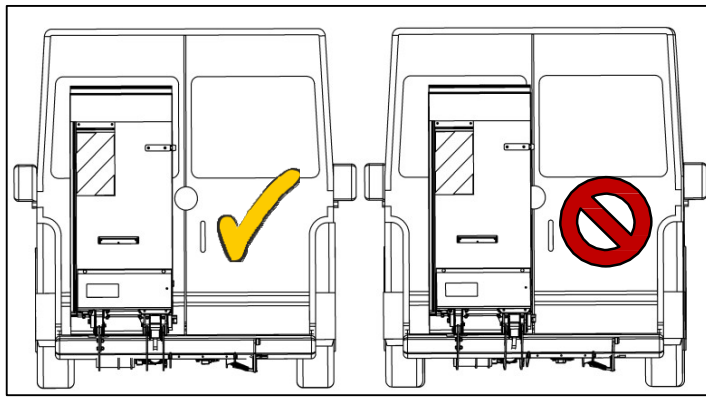

Fig. 33
- Mueva el mecanismo de elevación hacia la izquierda para que el emblema de la marca en la puerta trasera no choque con la plataforma (vea la Fig. 33).